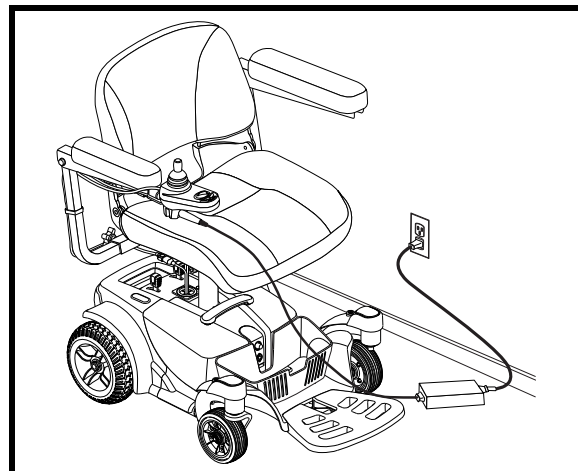

Figure 23. Recharge des batteries via le contrôleur
3. Branchez le chargeur externe dans le réceptacle du XLR situé sur le contrôleur. Voir la figure 23.